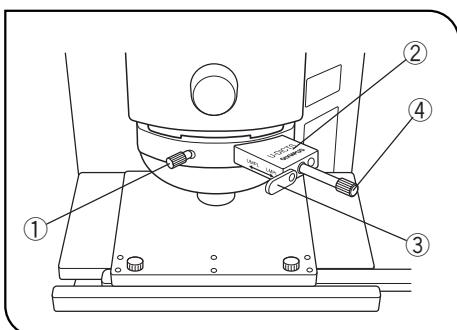

図 7
(図 7)
- 1) 下記の要領で微分干渉スライダのプリズム移動つまみ④を回して背景色コントラストの調整をします。(図7)